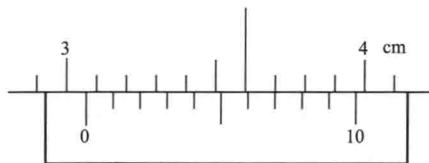

图 1-16 游标卡尺的读法
(1) 先判断精度，如图 1-16 所示，精度为 0.1mm。
(2) 读出主尺上的读数，即从副尺的零刻度线对准的主尺位置，读出主尺毫米刻度值（取整毫米为整数 X ），如图 1-16 所示 $X=30\text{mm}$ 。
(3) 读出副尺上的读数，即找出副尺的第几（ n ）刻线和主尺上某一刻线对齐，则副尺读数为 $n \times \text{精度}$ （精度由副尺的分度决定），如图 1-16 所示 $n=7$ 。
(4) 总测量长度为 $L = X + n \times \text{精度}$ ，如图 1-16 所示 $L = 30\text{mm} + 7 \times 0.1\text{mm} = 30.7\text{mm}$ 。